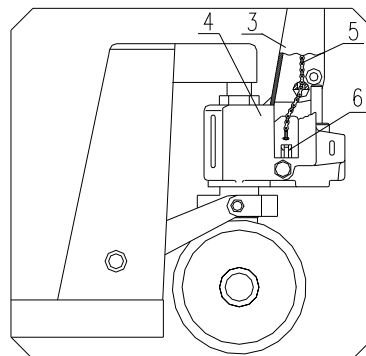

Рис.2
- 3.3 Поверните Поворотный шкворень (2), чтобы сделать ось большого отверстия в Поворотном шкворне (2). Соедините С роликовую цепь вил (5) через отверстие в Поворотном шкворне (2). См Рис.2.
- 3.4 Установите винт и гайку в конце Роликовой цепи (5) во впадине опоры рычага (6). См. Рис. 2 и 5.